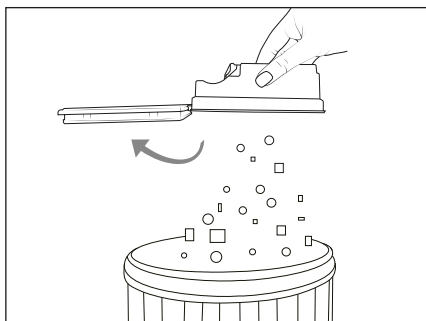

Fig. 8
- 3) Zbrazni përmbajtjen e koshit të pluhurit **12** në një kosh mbeturinash (shih Fig. 8).